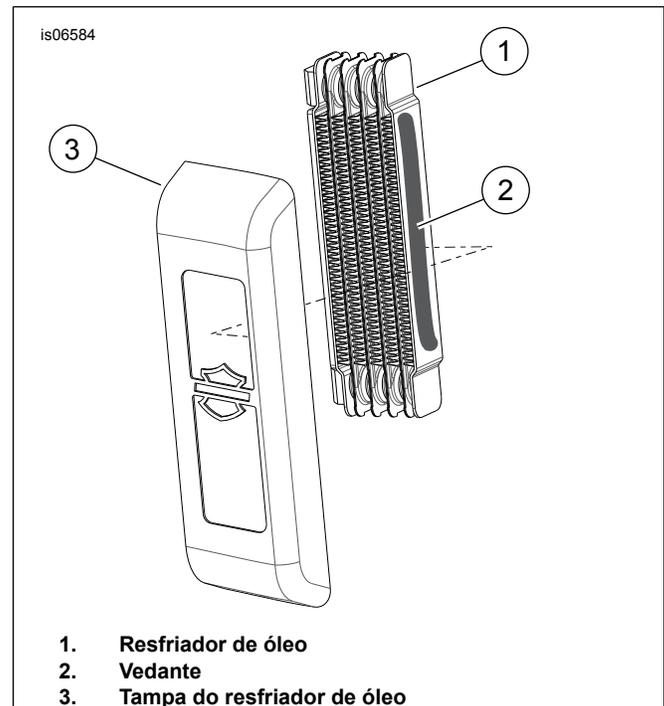

Figura 1. Colocação da tampa no resfriador de óleo
2. Veja Figura 1. Aplique um filete espesso de vedante de alto desempenho cinza no lado esquerdo da superfície plana do resfriador de óleo e instale a tampa do resfriador de óleo pressionando-a em direção ao vedante.